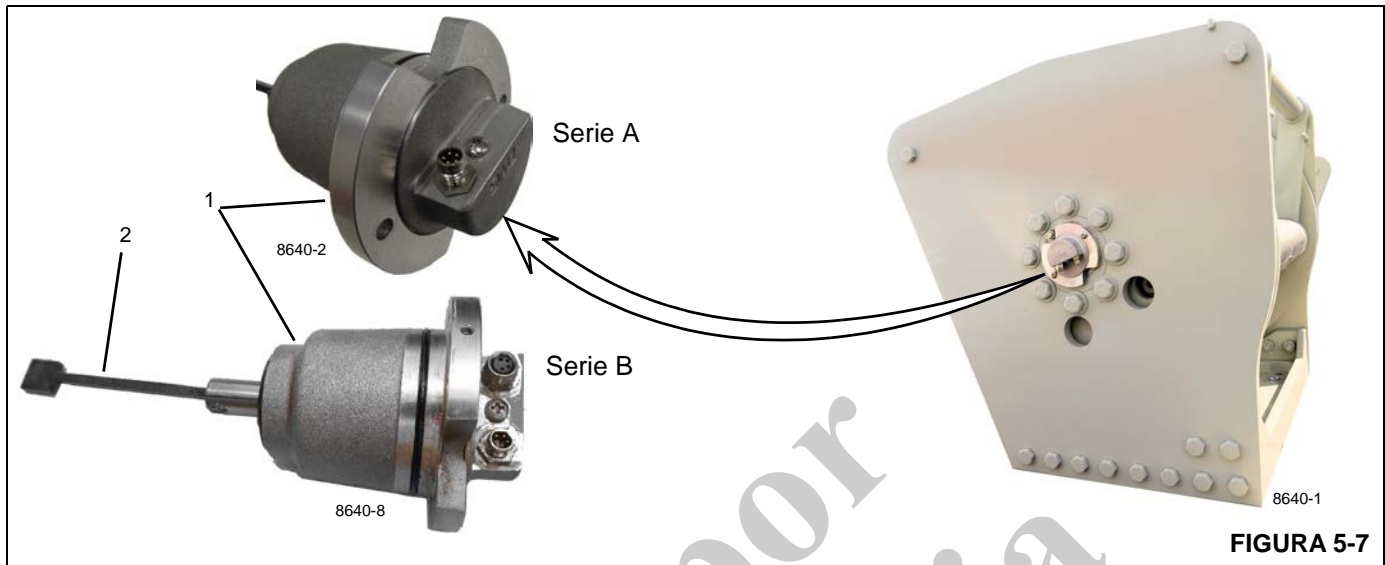

FIGURA 5-7
4. Inserte el DRI dentro del tambor. Gire el DRI (1, Figura 5-7) de modo que su eje de DRI (2) se enganche con el mando del interior del tambor.